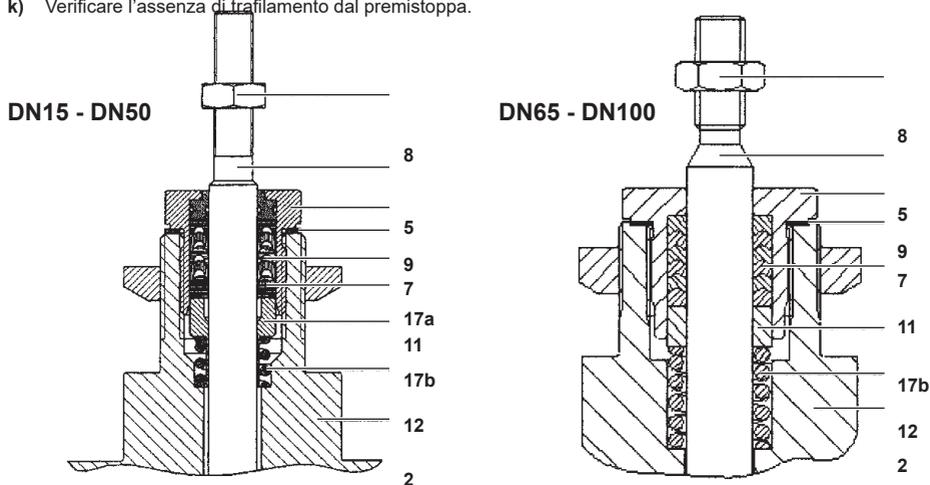

Fig. 6
4.2.4 Procedura per sostituire stelo, otturatore e sedi su valvole deviatrici (vedere le Figure 6, 7 e 9)